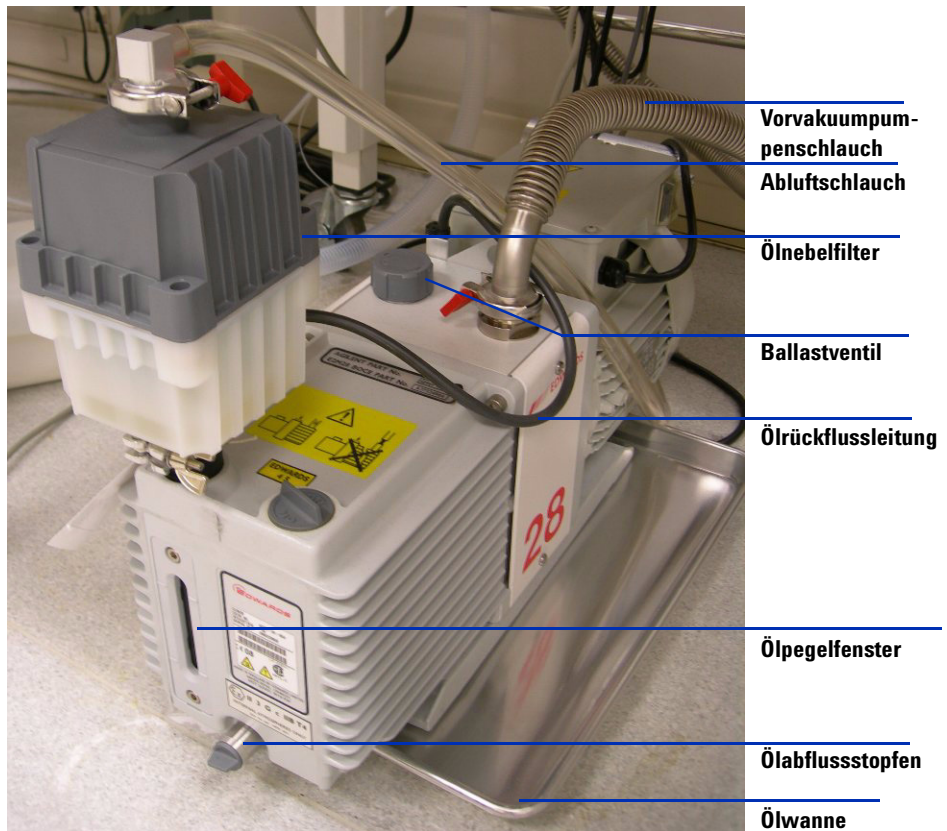

Abbildung 66 Vorpumpe (Edwards E2M28).
- 3 Entfernen Sie die Füllkappe an der Vorpumpe (siehe Abbildung 66).
- 4 Geben Sie neue Pumpenflüssigkeit hinzu, bis sich der Flüssigkeitsstand nahe, aber nicht über der Maximum-Markierung neben dem Fenster für den Flüssigkeitsstand befindet (siehe Abbildung 66).
- 3** Stellen Sie ein Gefäß unter den Abflusstropfen der Vorpumpe (siehe Abbildung 66 auf Seite 101).
- 4** Entfernen Sie zuerst die Füllkappe (siehe Abbildung 66 auf Seite 101) und ziehen Sie dann den Abflusstropfen ab.
- 6** Geben Sie neue Pumpenflüssigkeit hinzu, bis sich der Flüssigkeitsstand nahe, aber nicht über der Maximum-Markierung neben dem Fenster für den Flüssigkeitsstand befindet (siehe Abbildung 66 auf Seite 101).